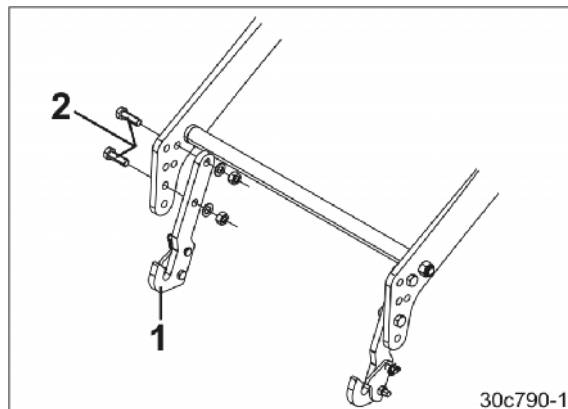

図 34
1. 各ロワーリンクフック（図 34/1）を 2 本のネジ（図 34/2）で固定します。
ロワーリンクフック（図 34/1）は、シードドリルが下記の状態になるように固定します。